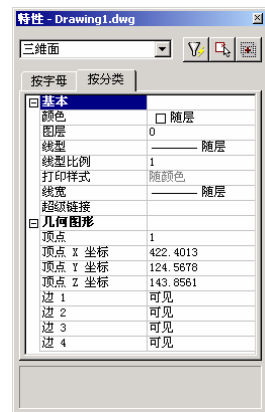

图 4-5 三维面的特性
②在“顶点数”项目中，显示了多面网格中顶点的总数。
③在“面数”项目中，显示了多面网格中面的总数。
(5) 如果选择三维面对象，“特性”窗口将显示如图 4-5 所示内容。三维面的创建参见第 5 章。